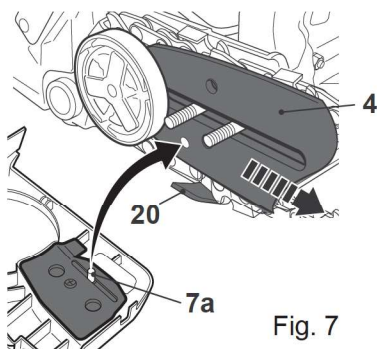

Fig. 7
- > Certifique-se de que a corrente fica instalada acima da proteção da corrente (20) (Fig. 7).
- > Puxe a lâmina-guia (4) cuidadosamente para o lado direito para pré-apertar a corrente (3) (Fig. 7)